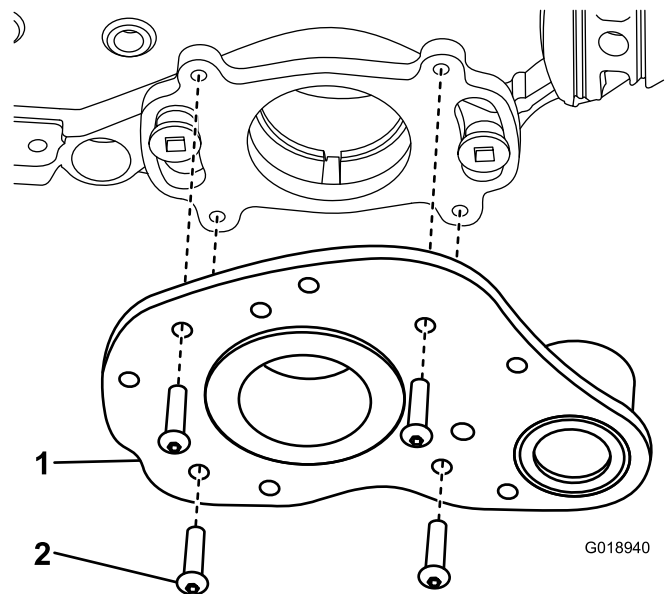

Рисунок 31
7. Отверните 4 винта крепления узла привода механической щетки к задней монтажной пластине (Рисунок 31).